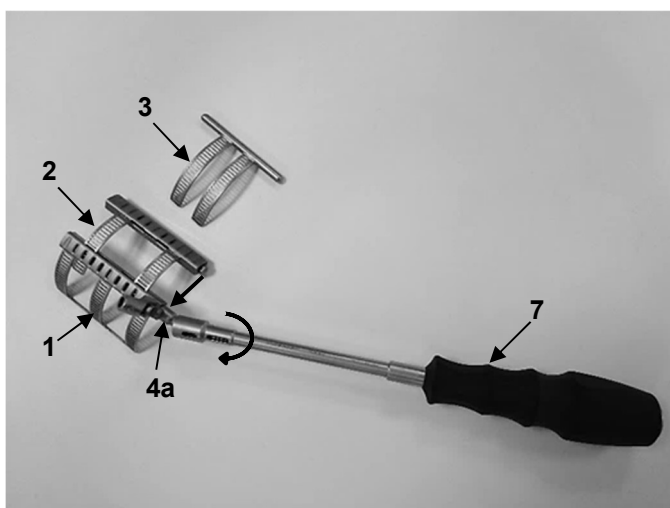

Abb. 14
1. Primäres Element (2) in das Basiselement (1) einsetzen und mittels Kardan Schraubendreher LMT-4 (7) einfahren. Hierfür die Außensechskantschraube an dem Kastenmodul des Basiselements (4a) mithilfe des Kardan Schraubendrehers LMT-4 (7) gegen den Uhrzeigersinn drehen (Abb. 14).